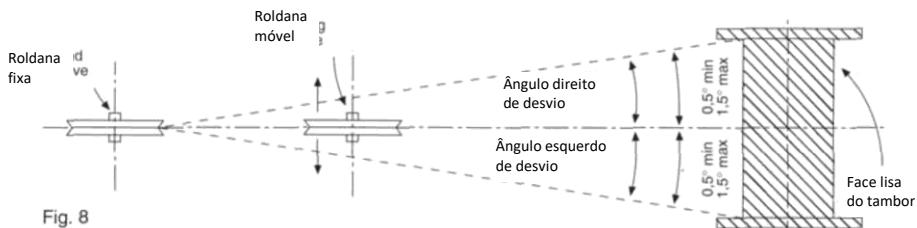

Fig. 8
- A posição da bobine e do suporte deve ser de tal forma a que o ângulo de desvio durante a instalação fique limitado a $1,5^\circ$ (Ver fig. 8.)